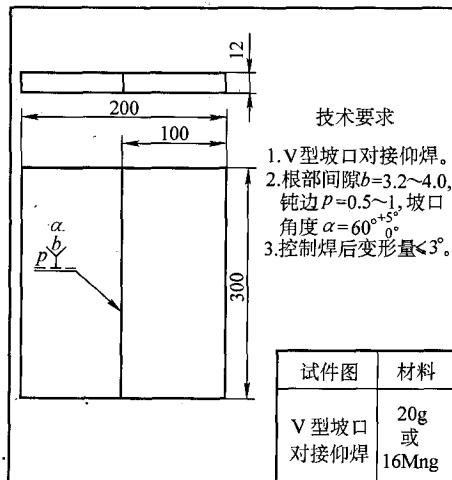

图 1—3 V型坡口对接仰焊试件图
(3) 装配间隙始端为 3.2 mm，终端为 4.0 mm，可以分别用直径 3.2 mm 和 4.0 mm 焊条芯夹在焊件两端。放大终端间隙是考虑到焊接过程中的横向收缩量，以保证熔透坡口根部所需的间隙，如图 1—4b 所示。错边量 ≤ 1.2 mm。
(4) 定位焊。采用与焊接试件相同牌号的焊条，在试件背面距两端 20 mm 内进行定位焊。焊缝长度为 10~15 mm。
(5) 预制反变形 $3^\circ \sim 4^\circ$ 。
(6) 将试件水平固定在距离地面 800~900 mm 的焊接支架上，坡口向下，间隙小的始端位于远处。
(7) 焊接电流采用直流反接法或交流。